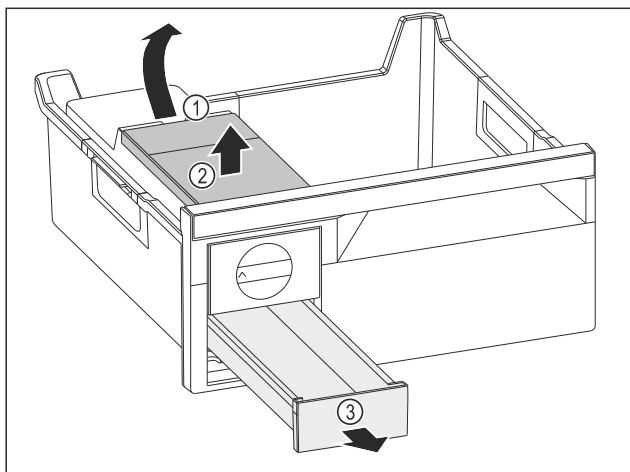

Fig. 241
- Retirer le réservoir d'eau : Soulever le réservoir d'eau hors de l'évidement Fig. 241 (1).
- Retirer le réservoir d'eau Fig. 241 (2) vers le haut.
- Retirer le compartiment à glaçons Fig. 241 (3) vers l'avant.